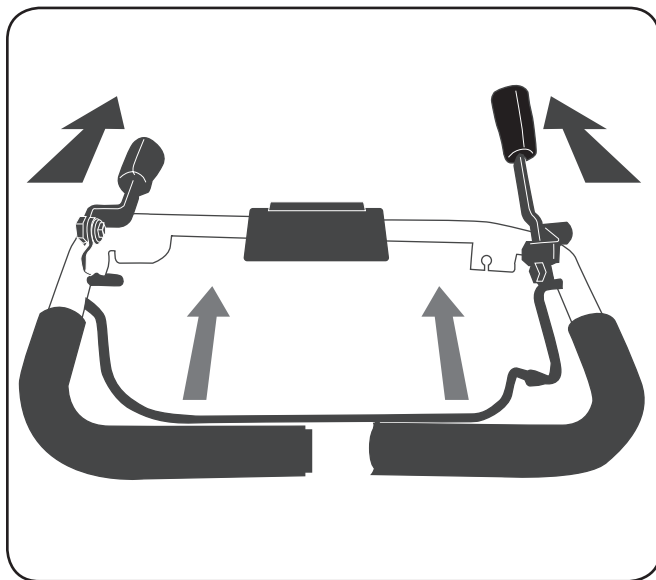

Figure 5-2
- a. Placez la commande du neutre à la position désengagée, puis serrez la commande d'embrayage des dents contre la poignée. Voir Figure 5-2. Pour arrêter les dents, relâchez la commande d'embrayage des dents.